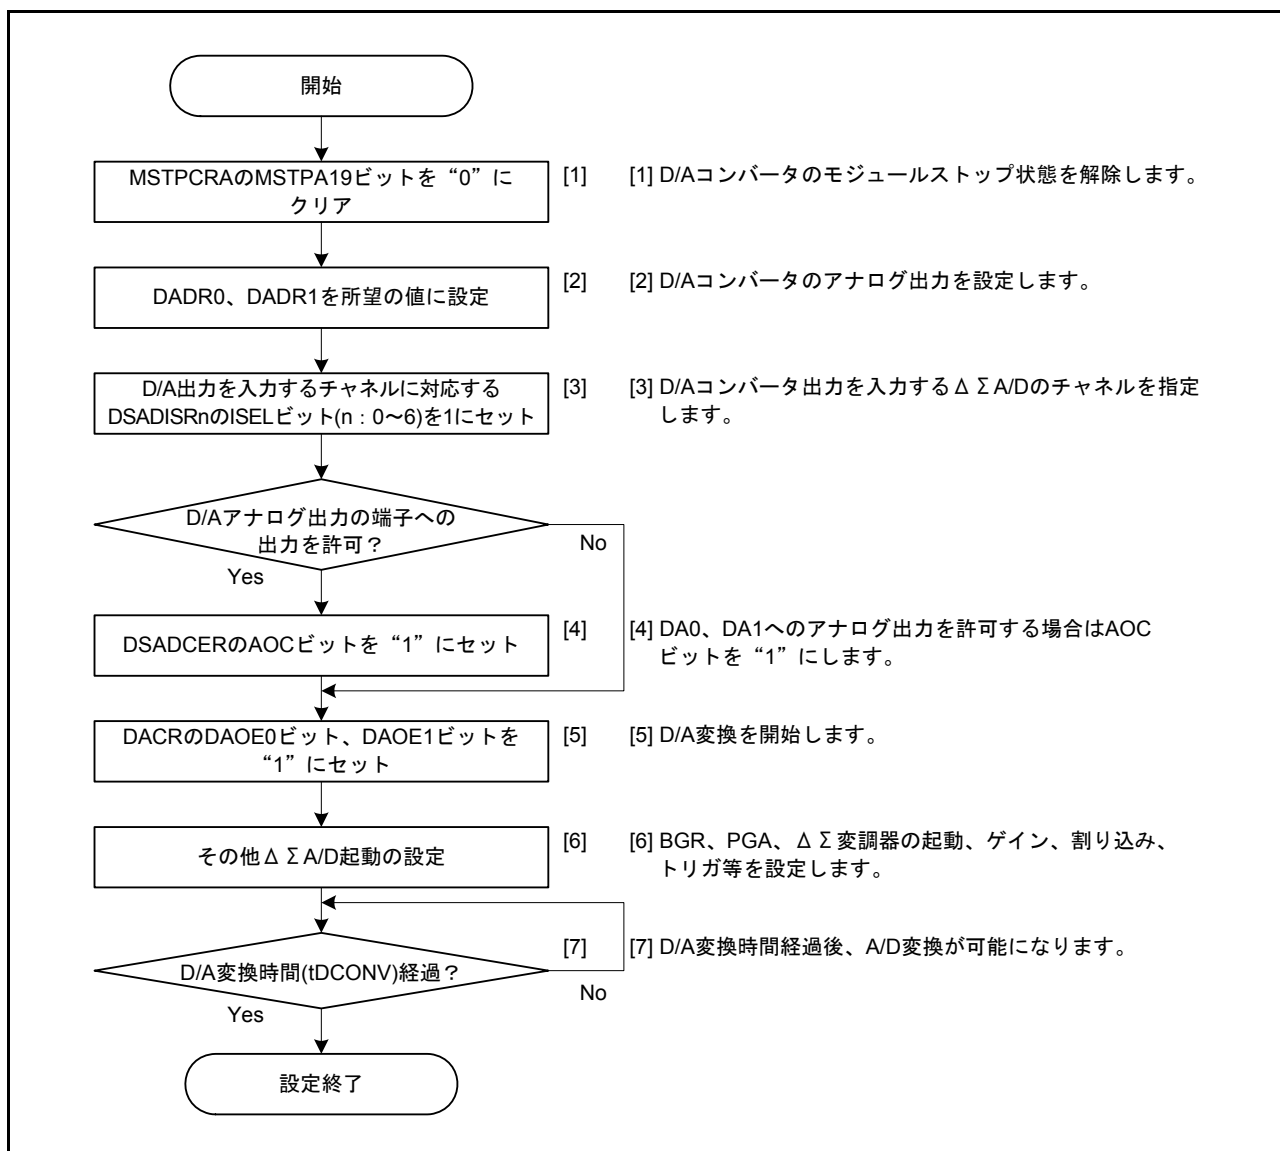

図 34.5 $\Delta\Sigma$ /D 変調器単体変換の起動手順
D/Aコンバータ出力を $\Delta\Sigma$ 変調器に入力しA/D変換を行うための設定手順を図34.5に示します。D/Aコンバータの設定については「36. D/Aコンバータ (DA)」を参照してください。DSADISRn(n : 0 ~ 6)レジスタのISELビットが1つでも“1”にされると、DSADCERレジスタのAOCビットによるD/A出力の端子制御が有効になります。この場合、DACRレジスタのDAOE1ビット、DAOE0ビットを“1”にしても、DSADCERレジスタのAOCビットが“0”ならばD/A出力端子はHi-Zになります。AOCビットを“1”にするとD/Aコンバータアナログ出力の端子への出力を許可します。ISELビットが“1”にされた場合のD/Aコンバータの制御を表34.3に示します。